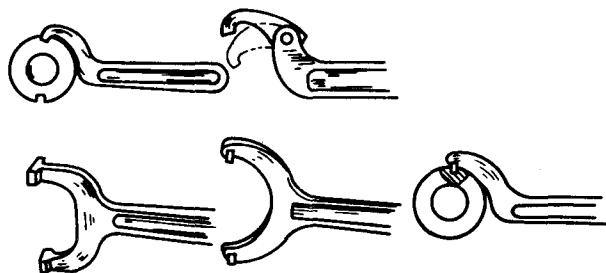

图 1-5 钩形扳手
4. 钩形扳手 钩形扳手有多种形式，见图 1-5，专门用来装拆各种结构的圆螺母。使用时应根据不同结构的圆螺母，选择对应形式的钩形扳手，将其钩头或圆销插入圆螺母的长槽或圆孔中，左手压住扳手的勾头或圆销端，右手用力沿顺时针或逆时针方向扳动其手柄，即可锁紧或松开圆螺母。